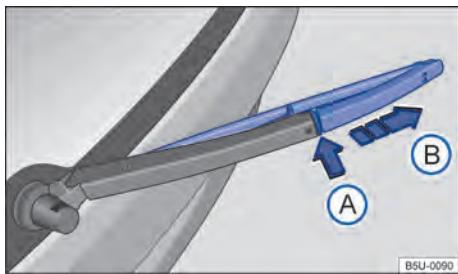

Fig. 151 Substituir a palheta do limpador do vidro traseiro.
- Manter a tecla de destravamento → Fig. 151 ⑤ pressionada e, ao mesmo tempo, retirar a palheta dos limpadores do para-brisa no sentido da seta.
- Retirar a palheta do limpador do vidro traseiro no sentido da seta ⑥.